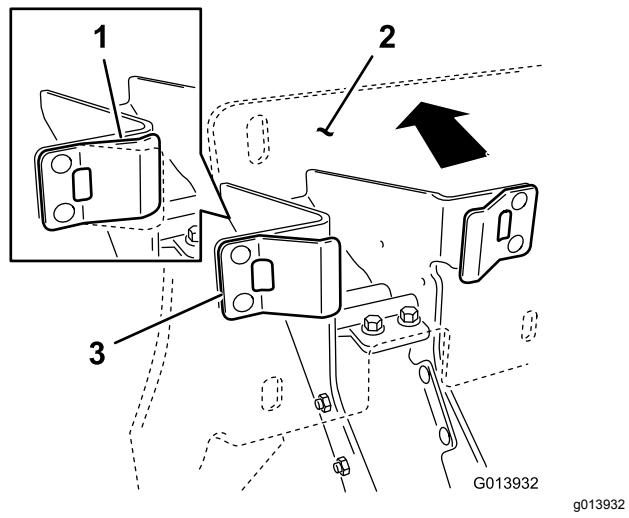

Figura 19
4. Accertandovi che i dispositivi di arresto in plastica siano a contatto con le linguette della molla, esercitate una pressione sul gruppo contropiasta della base sufficiente a comprimere le linguette delle molle a metà corsa (Figura 19).